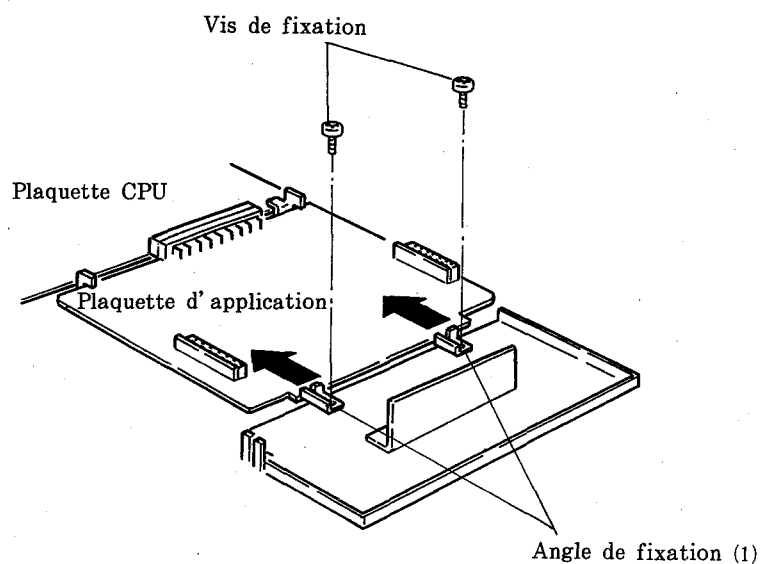

Fig.10
- c) Fixer l'angle de fixation (1) avec les vis de fixation (2) . (Voir la Fig.10 ci-dessus.)